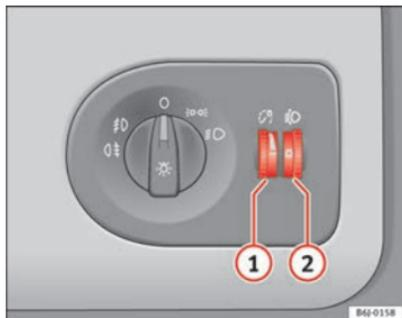

Fig. 52 Painel de instrumentos: reguladores da iluminação dos instrumentos, dos comandos e do alcance dos faróis
Com a luz acesa, é possível regular a intensidade da iluminação dos instrumentos e dos interruptores, rodando a roda recartilhada ⇒ fig. 52 ①.